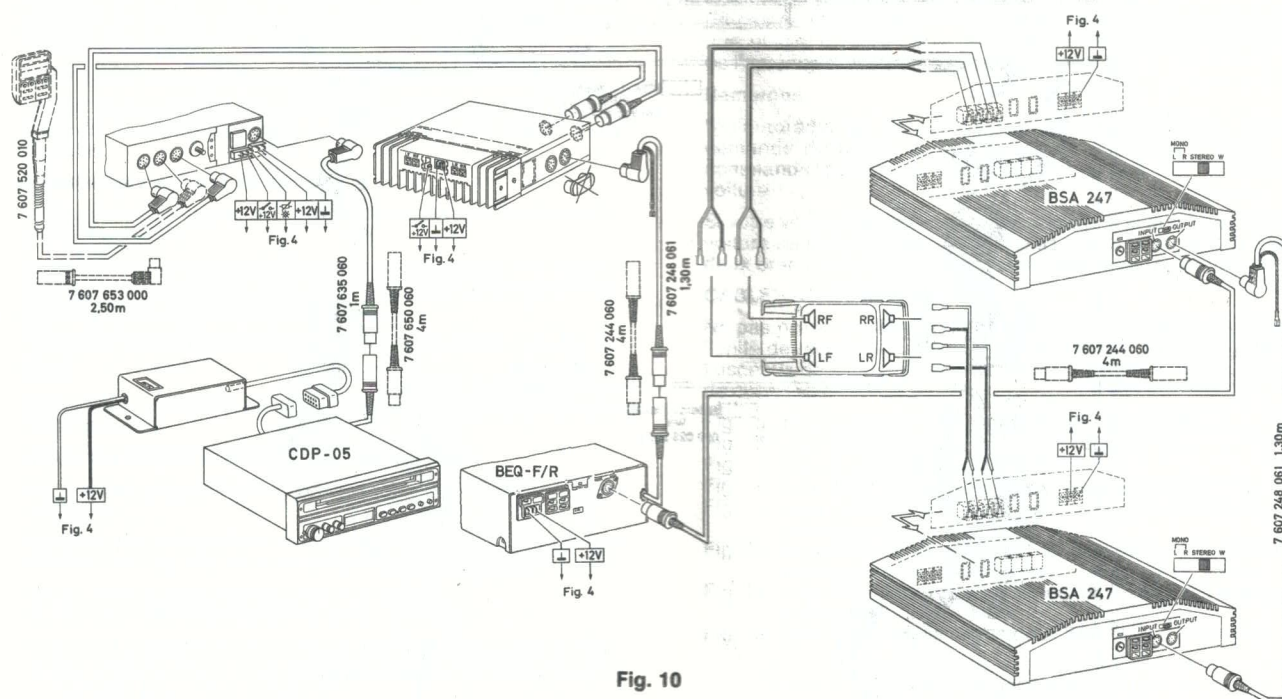

Fig. 10
Fig. 10 avec CDP 05 avec égaliseur (p.ex. BEQ-F/R) et amplificateur (p.ex. 2 x BSA 247)
- Fig. 10 con CDP 05 con ecualizador (p.e. BEQ-F/R) y amplificador (p.e. 2 x BSA 247)
Fig. 10 con CDP 05 con equalizzatore (es. BEQ-F/R) e am-